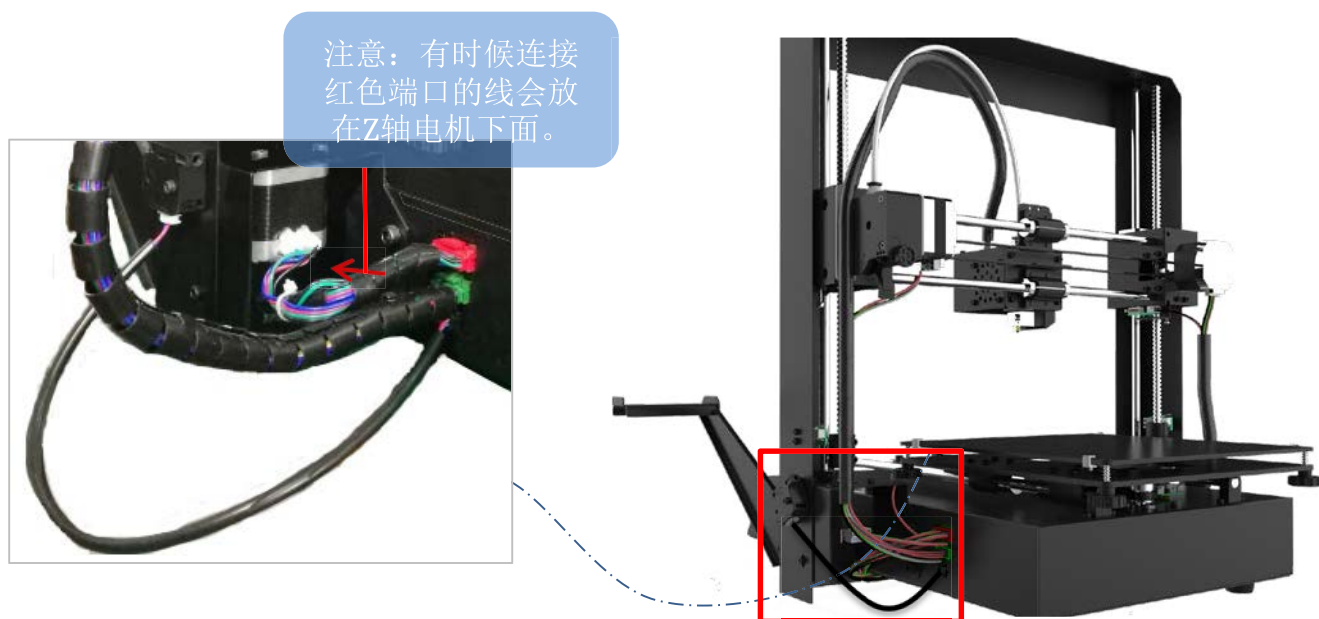

图 4
(2) 如图4，底座背面左侧有**红绿黑**3个端口，将对应的三个接线端子按**相同颜色**连接，并将接在黑色端口的连接线的另一端接到进料检测开关下方的端口（如红线所示）。请确保插牢无误，且接线端子内排针无弯曲，否则机器运行时可能出现故障。